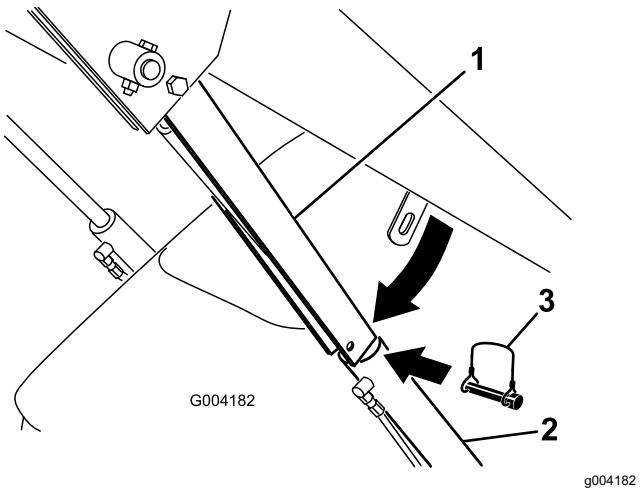

Figura 24
4. Retire el pasador de seguridad que fija el bloqueo del cilindro al brazo de carga (Figura 24).
5. Baje el bloqueo del cilindro sobre la barra del cilindro y fíjelo con el pasador de seguridad(Figura 24).